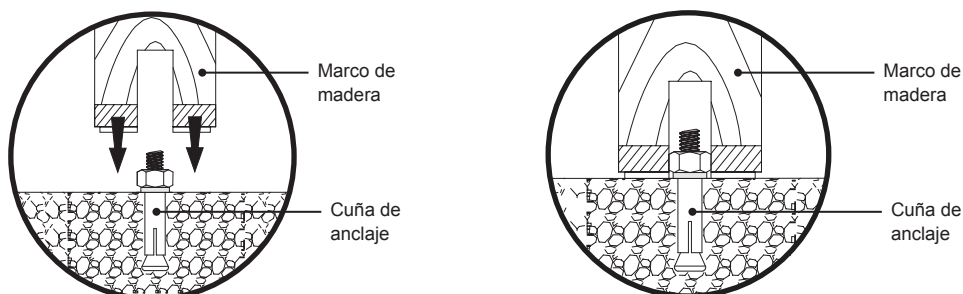

Figura 23. Colocación del marco de madera
- ❶ Coloque la unidad sobre cada cuña de anclaje seguro.
- ❷ Una vez que los agujeros están alineados con los anclajes de cuña, baje suavemente el aparato hacia abajo (Figura 23).
- ❸ Presione firmemente la unidad sobre los anclajes de cuña para finalizar la instalación.